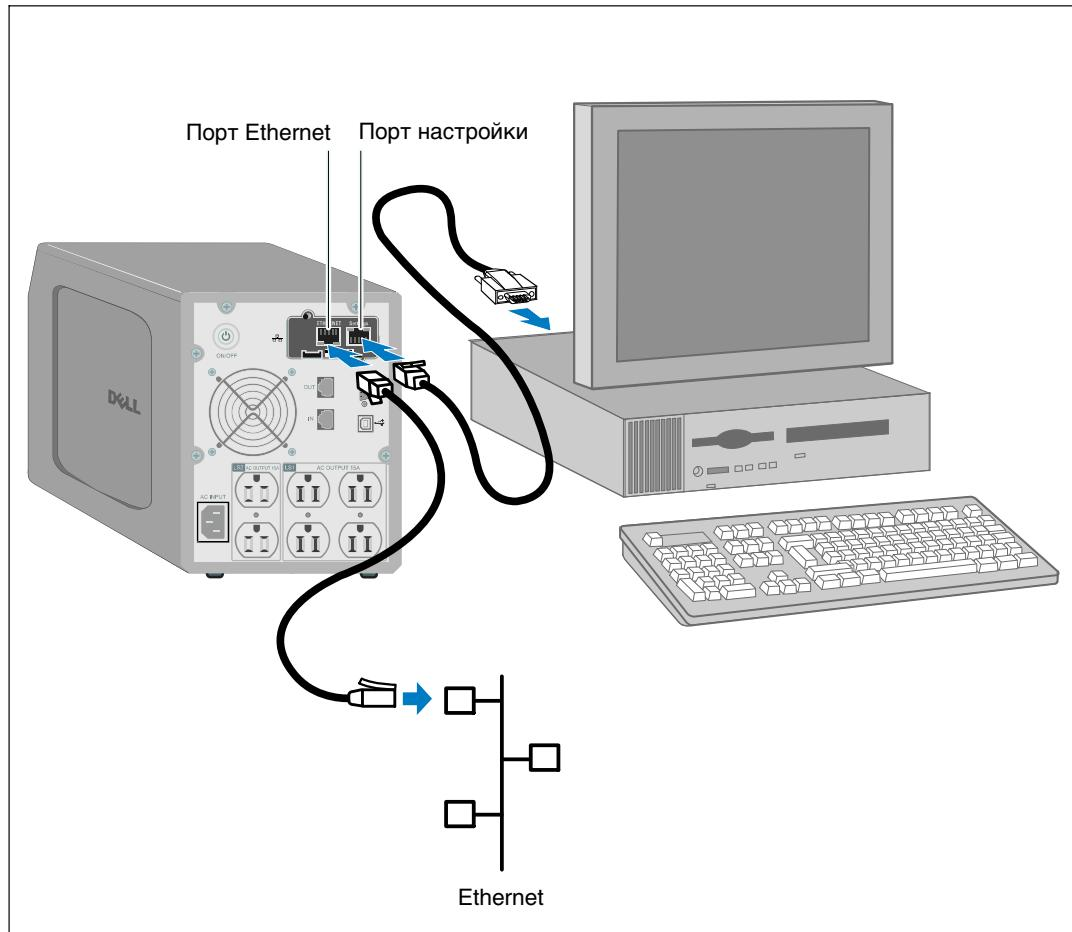

Рисунок 5. Подключение карты
- 1 Вставьте конец прилагаемого кабеля RJ-45 в порт настройки карты (см. Рисунок 5).
- 3 Подключите активный кабель Ethernet (в комплект поставки не входит) к порту Ethernet на карта сетевого управления Dell (см. Рисунок 5).